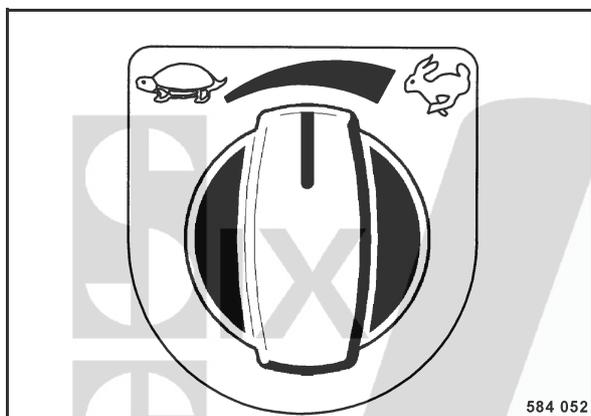

fig. 50
- Présélectionner le régime de conduite, vitesse de déplacement maxi. (fig. 50).